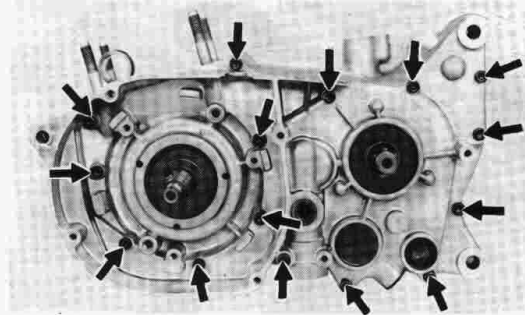

Fig. 3-3-17
1. Working in a crisscross pattern, loosen 15 hexagon bolts 1/4 turn each. Remove them after all are loosened. (Fig. 3-3-17)
1. En opérant alternativement par paires opposées, desserrez les 15 boulons à 6 pans d'1/4 de tour chacun. Enlevez-les après les avoir desserré tous. (Fig. 3-3-17)